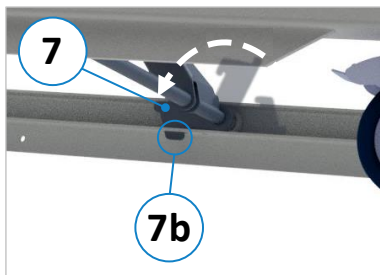

Figure 9 : cliquet d'arrêt
Pour sécuriser la plateforme, la relever jusqu'à ce que les deux cliquets d'arrêt (7) puissent être rabattus. Rabattre alors manuellement les cliquets d'arrêt à 180° de manière à ce qu'ils s'enclenchent dans le point d'arrêt (7b), voir ⇒ Figure 9.